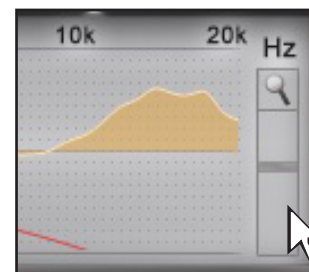

Fig.3
**Nota:** Allo scopo di visualizzare in maniera più chiara la curva di equalizzazione impostata, è possibile aumentare o diminuire la scala verticale (dB) spostando il cursore posizionato alla destra del grafico della curva di equalizzazione (Fig. 3). In default la visualizzazione del grafico è impostata a  $\pm 12$ dB.